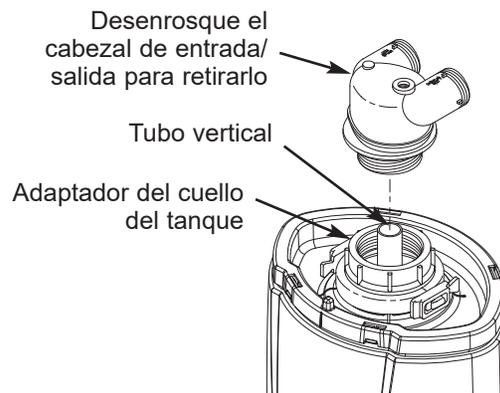

FIG. 10
5. Sujete el adaptador del cuello del tanque con una llave de correa, y desenrosque el cabezal de entrada/salida del adaptador (vea la Fig. 10). Una vez que el cabezal de entrada/salida esté completamente desenroscado, compruebe si el tubo vertical (vea la Fig. 10) sigue introducido en el cabezal de entrada/salida. Retírelo levantando el cabezal de entrada/salida lo suficiente para tomar el tubo vertical y tirar de él a fin de liberarlo del cabezal.
NOTA: Es posible que el tubo vertical (vea la Fig. 10) se haya salido del fondo del tanque de minerales. Si es así, puede que el cabezal de entrada/salida no se acople a las roscas del adaptador del cuello. Para corregir este problema, aplique presión de aire o agua al tubo vertical. Esto moverá el medio filtrante en el fondo del tanque, permitiendo que el tubo vertical baje hasta el fondo del tanque de minerales.